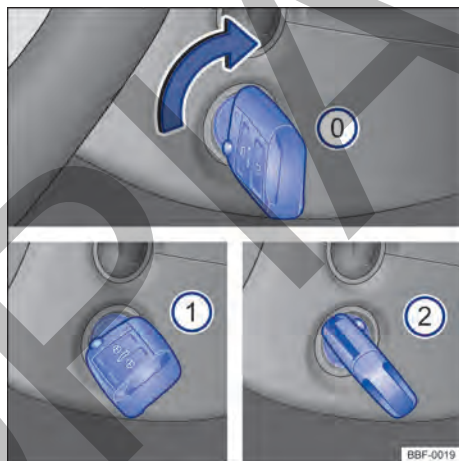

Fig. 88 Al lado del volante de la dirección, a la derecha: posiciones de la llave del vehículo en la cerradura de encendido.
Posiciones de la llave del vehículo → **fig. 88**
- ① Encendido desconectado. La llave del vehículo puede ser retirada.
- ① Encendido conectado.
- ② Pise el pedal del freno - *vehículos con transmisión automática*, o el pedal del embrague - *vehículos con transmisión manual* y encienda el motor. Cuando el motor arranque, suelte la llave del encendido. Al soltar, la llave del vehículo vuelve a la posición → **fig. 88** ①.
- *Vehículos con cerradura de encendido:* girar la llave del vehículo a la posición → fig. 88 ①. El encendido está conectado.
– *Vehículos con cerradura de encendido:* gire la llave del vehículo en la cerradura de encendido hacia la posición → fig. 88 ② – no acelere. Cuando el motor comience a funcionar, soltar la llave del vehículo en la cerradura de encendido.
- *Vehículos con cerradura de encendido*: girar la llave del vehículo en la cerradura de encendido a la posición → fig. 88 .